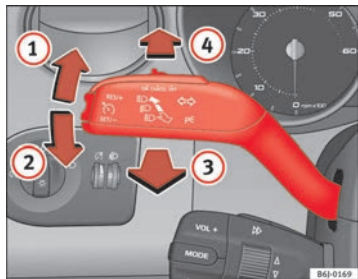

Abb. 55 Blinker- und Fernlichthebel
- Drücken Sie den Hebel bis zum Anschlag nach oben ⇒ Abb. 55 ①, um **rechts** zu blinken bzw. nach unten ②, um **links** zu blinken.
- Drücken Sie den Hebel nach vorne ⇒ Abb. 55 ④, um das Fernlicht einzuschalten.